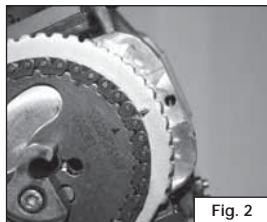

Fig. 2
- Servendosi di una chiave a T inserita nel dado centrale del variatore, ruotare l'albero motore fino alla chiusura delle valvole di aspirazione che corrisponde ad allineare la ruota fonica come in Fig. 2.
- Insert a T wrench in the variator central nut and rotate the crankshaft until the intake valves are closed. The intake valves are closed when the phonic wheel attains the position shown in (Fig. 2).
- En utilisant une clef en T insérée dans la vis centrale du variateur , tourner le vilebrequin jusqu'à la fermeture de la soupape d'admission afin d'aligner la roue phonique comme sur la Fig. 2 .
- Togliere la vite a brugola M5, e smontare la contro massa di equilibratura (Fig. 2).
- Remove the socket head screw M5, and remove the counter balance weight (Fig. 2).
- Enlevez la vis cruciforme M5 et démontez la contre-masse d'équilibrage (Fig. 2).
- Montare la contro-massa di equilibratura, centrandola con la vite di fissaggio campana (Fig. 2).